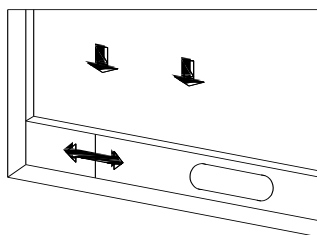
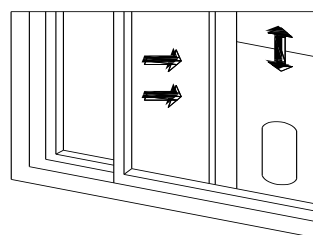

Abbildung 2
Abbildung 3
- 1) Öffnen Sie das Fenster halbwegs und montieren Sie die Fensterdichtungsplattenbaugruppe am Fenster (wie in Abb.2 und Abb.3 dargestellt). Komponenten können in horizontaler und vertikaler Richtung montiert werden.